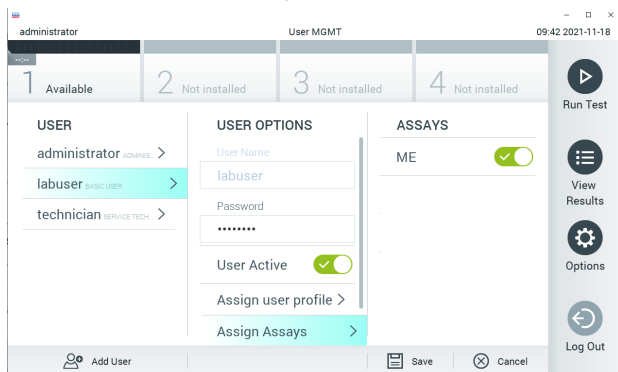

Figura 28. Atribuindo o ensaio ativo.
8. Atribua o ensaio ativo ao usuário pressionando o botão Options (Opções) e, em seguida, o botão User Management (Gerenciamento de usuários). Selecione o usuário que deve ter permissão para executar o ensaio. Em seguida, selecione Assign Assays (Atribuir ensaios) em **User Options** (Opções do usuário). Ative o ensaio e pressione o botão Save (Salvar) (Figura 28).